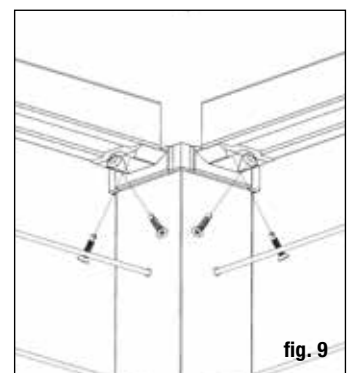

fig. 9
Étape 10 Positionnez le rail entre les poteaux. Vérifiez le niveau de bout en bout et verticalement. Fixez les supports au poteau à une extrémité. Pré-percer le rail à l'aide d'un foret de 7/64 po. Répétez pour l'autre extrémité. *Conseil: utilisez une mèche d'extension pour éviter d'endommager le rail avec le mandrin de perçage.* Installez tous les rails avant d'installer le câble. (fig. 9)